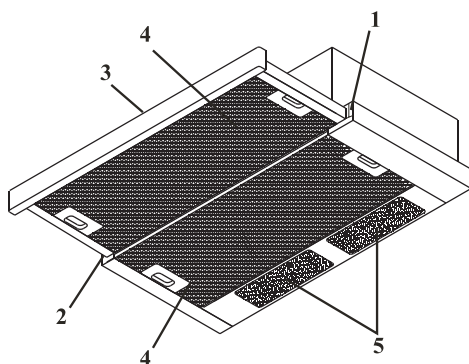

Fig.1
Komponenter (fig. 1)
- Åpne begge fettfiltrene. (Fig.1–4).